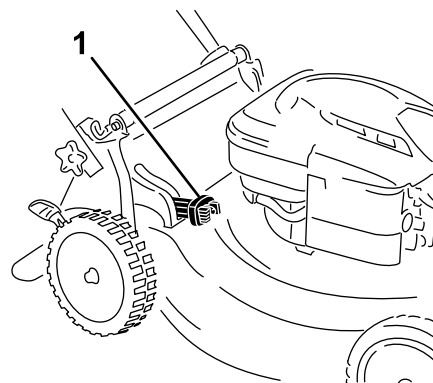

Figura 16
- **Per insaccare erba e sfalcio**, premete il pulsante sulla leva Bag-on-Demand e spostatela in avanti fino a quando il pulsante sulla leva non si solleva di scatto (Figura 16).